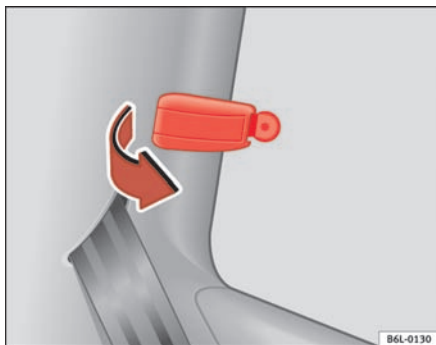

Fig. 52 Låsearm til mekanisk vipperude
- Træk låsearmen ⇒ fig. 52 i pilens retning, og tryk den samtidig udad, indtil armen går i hak. Armen går i hak, når ruden er vippet halvt eller helt op.